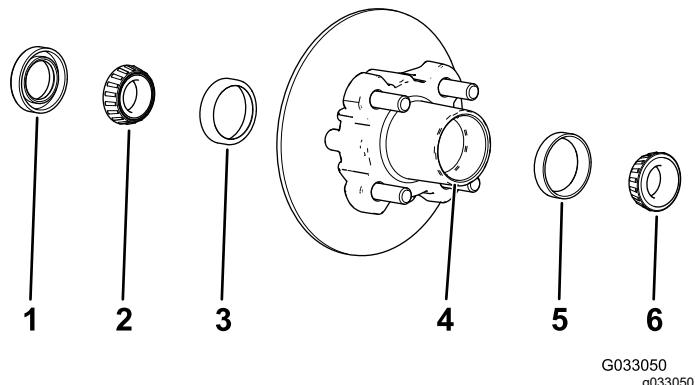

図 31
1. ハブから、外側ベアリングを外す 図 31。
2. ハブから、シール、内側のベアリングを外す 図 31。
5. ハブについているグリス、ごみなどをきれいに取除く 図 31。
7. キャビティの50-80 %程度にグリスを詰める 図 31。
8. ハブの内側に内側ベアリングを取り付け、シールをはめる 図 31。